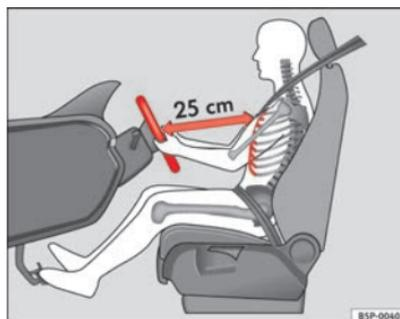

Fig. 115 Posizione corretta sul sedile di guida
- Posizionare il volante nel modo desiderato ⇒ fig. 115.
- Regolare il sedile del conducente o la posizione del volante in modo tale che la distanza tra il volante stesso e lo sterzo del conducente sia di almeno 25 cm ⇒ fig. 115. Se la distanza minima non viene rispettata, l'efficacia del sistema degli airbag si riduce, con gravi rischi per l'incolumità delle persone (non escluso quello di morte).